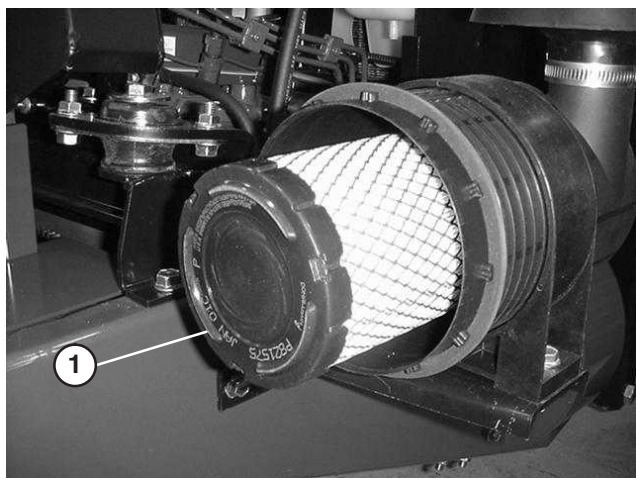

Bild 45
3. Entfernen Sie den Ölfilter und bauen Sie einen neuen ein (Bild 45). Sie sollten ein gebrauchtes Element nicht reinigen, da die Gefahr einer Beschädigung des Filtermediums besteht. Prüfen Sie den neuen Filter auf Versandschäden. Prüfen Sie das Dichtungsende des Filters und den Körper. Verwenden Sie nie ein beschädigtes Element. Setzen Sie den neuen Filter ein. Drücken Sie auf den äußeren Rand des Elements, um ihn in die Glocke zu platzieren. Drücken Sie nie auf die flexible Mitte des Filters.